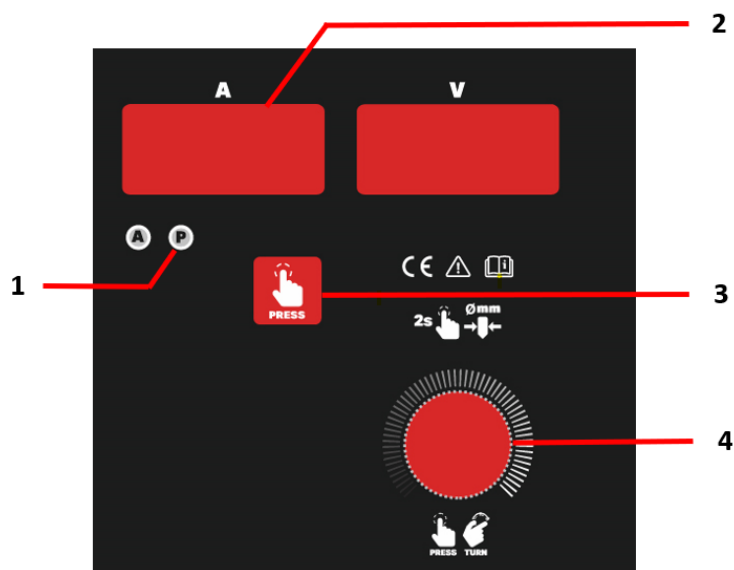

Fig. 11 – Memorias de soldadura
- ajustar los parámetros y pulsar tecla (Fig.11 – 3) hasta el LED P (Fig.11 – 1) encender. Después pulsar el botón de selección/ajuste de parámetros (Fig.11 – 4) durante 2 segundos hasta la pantalla digital muestre P1. Siguiendo, girar el botón de selección/ajuste de parámetros para el número de memoria deseado. Por último, pulsar el botón de selección/ajuste de parámetros hasta que la pantalla digital muestre MEM.
- Pulsar tecla (Fig.11 – 3) hasta el LED P (Fig.11 – 1) encender. Siguiendo, girar el botón de selección/ajuste de parámetros (Fig.11 – 4) para el número de memoria deseado. Espere 2 segundos y su memoria está disponible.